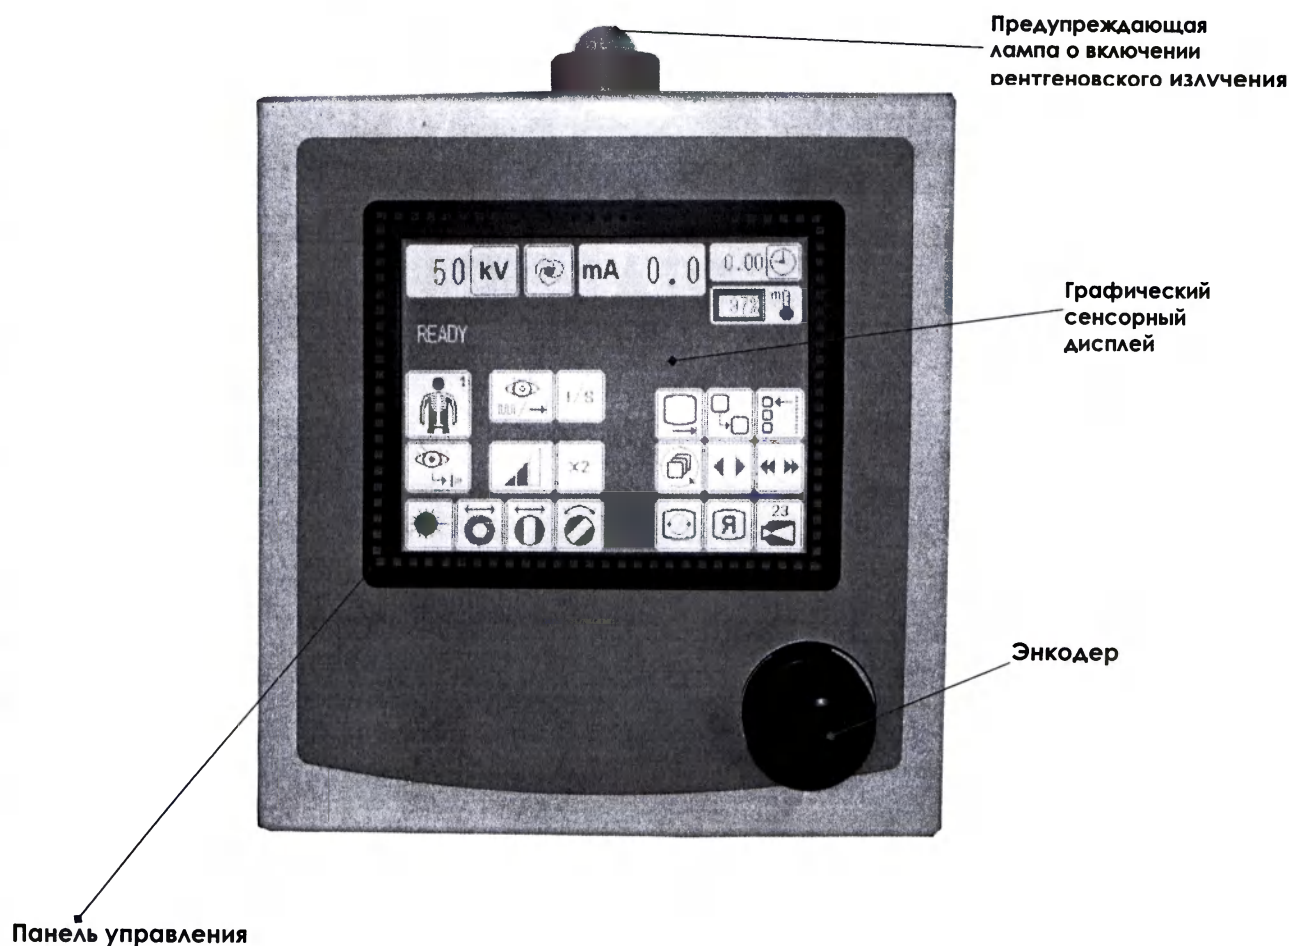

Рисунок 7
7.2.3 Панель управления 1 (см. рисунок 7) – это основное устройство управления аппаратом.